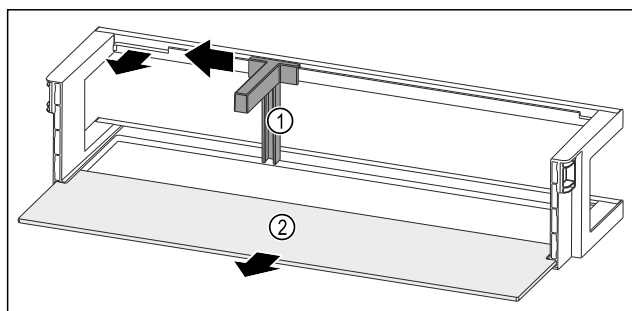

Fig. 265 Balconnet de contre-porte avec range-bouteilles et tablette de rangement
- Poussez le range-bouteilles Fig. 265 (1) sur le côté jusqu'à l'évidement.
- Retirer le range-bouteilles Fig. 265 (1).
- Retirer la tablette de rangement Fig. 265 (2).